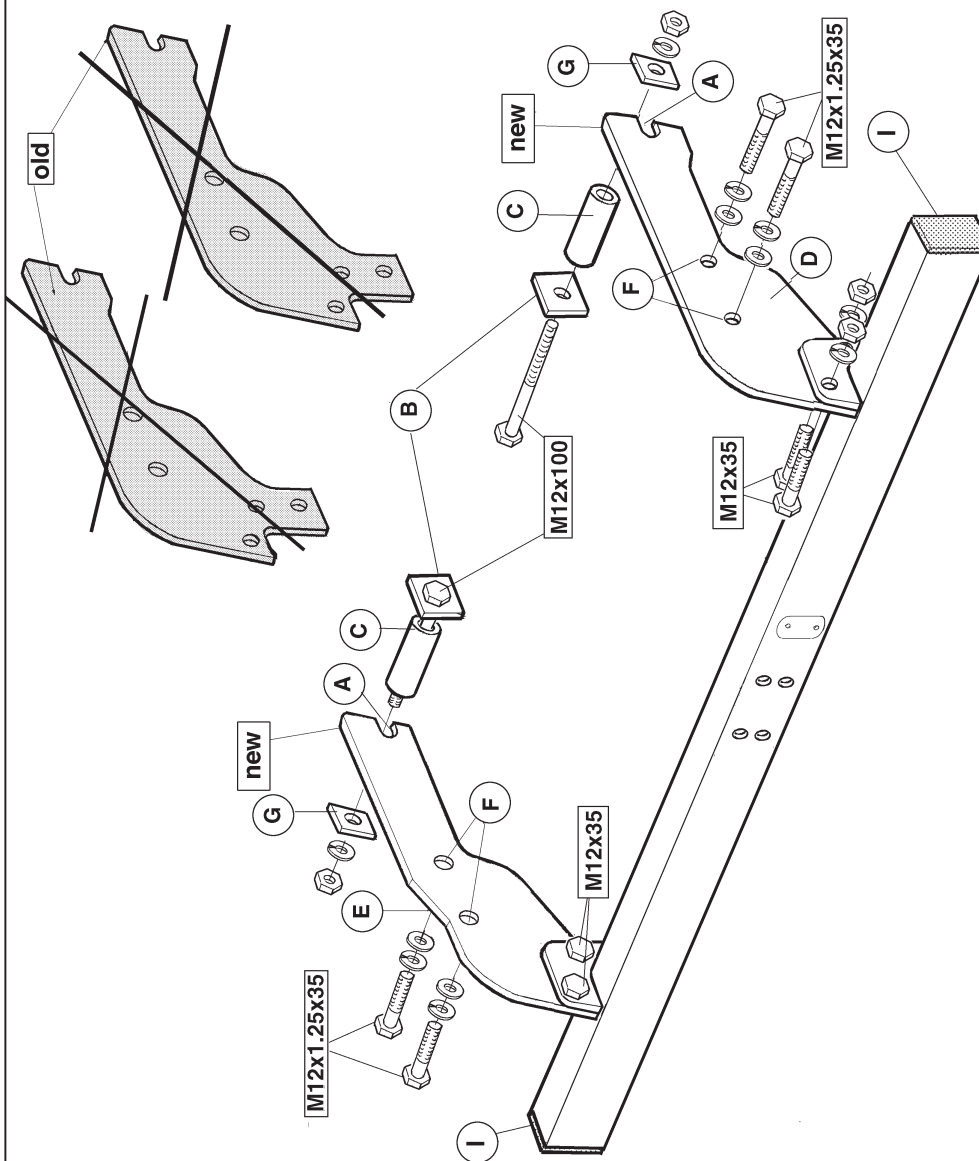

fig.1
Vervang de zijplaten door deze meegeleverd in de kit PZ408-N8551-04 en maak gebruik van de M12 bouten zoals aangegeven in fig.1. Vervang het typeplaatje van PZ408-N8551-00 door het meegeleverde typeplaatje in de kit van PZ408-N8551-04. Zoals aangegeven in fig.2.
1. Convert the underside protection PZ408-N8551-00 to PZ408-N8552-00. Replace the sideplates with those supplied in Kit PZ408-N8551-04 and use the M12 bolts as shown in Figure 1. Replace the PZ408-N8551-00 type plate with the type plate included in the PZ408-N8551-04 kit, as shown in Figure 2.
1. Umbauen des Unterschlusses PZ408-N8551-00 bis PZ408-N8552-00. Die Seitenplatten gegen die im Satz PZ408-N8551-04 mitgelieferten Seitenplatten austauschen, dafür gemäß Abb. 1 die M12-Schrauben benutzen. Das Typenschild von PZ408-N8551-00 gemäß Abb. 2 gegen das mitgelieferte Typenschild im Satz von PZ408-N8551-04 austauschen.
1. Modification de la protection inférieure PZ408-N8551-00 à PZ408-N8552-00. Remplacer les plaques latérales par celles livrées dans le kit PZ408-N8551-04 et utiliser les boulons M12 comme indiqué à la fig.1. Remplacer la plaquette constructeur de PZ408-N8551-00 par la plaquette fournie avec le kit de PZ408-N8551-04. Comme indiqué à la fig.2.
1. Ombyggnad av underredesskyddet PZ408-N8551-00 till PZ408-N8552-00. Byt ut sidoplattorna mot dem som bifogas i satsen PZ408-N8551-04 och använd skruvarna M12 enligt fig. 1. Byt ut tyskylten på PZ408-N8551-00 mot typsskylten som bifogas i satsen PZ408-N8551-04 enligt fig. 2.
1. Ombygning af undervognsbeskyttelsen PZ408-N8551-00 til PZ408-N8552-00. Udskift sidepladerne med de i PPZZ408-N8551-04 medleverede plader og brug boltene M12, som angivet på fig. 1. Udskift typeskiltet på PZ408-N8551-00 med det typeskilt, der er medleveret i PZ408-N8551-04, som beskrevet på fig. 2.
- 1. Reconstrucción de la protección inferior de conducción PZ408-N8551-00 en PZ408-N8552-00. Reemplazar las placas laterales por las suministradas en el kit PZ408-N8551-04 y hacer uso de los tornillos M12 como indicado en la fig. 1. Reemplazar la plaquita de tipo de PZ408-N8551-00 por la plaquita de tipo suministrada en el kit de PZ408-N8551-04. Como se indica en la fig. 2.